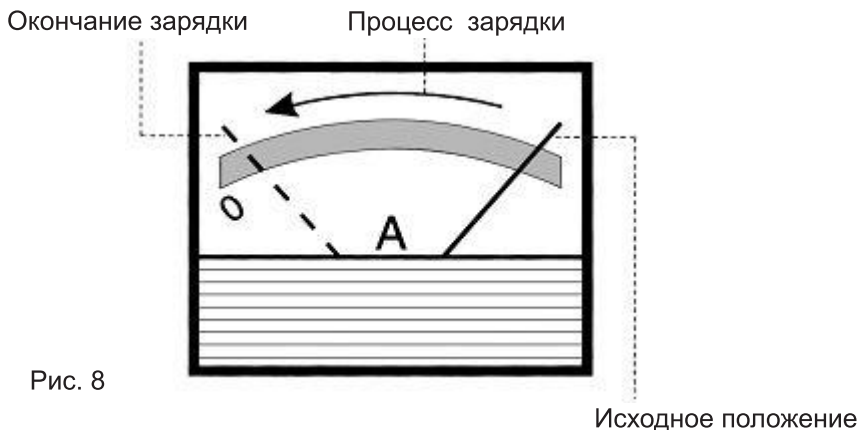

Рис. 8
5) Подключите пуско-зарядное устройство к электросети. Включите зарядное устройство. Амперметр показывает ток заряда батареи, при зарядке батареи показания амперметра будут медленно уменьшаться до минимального значения в соответствии с емкостью и состоянием батареи (Рис. 8).